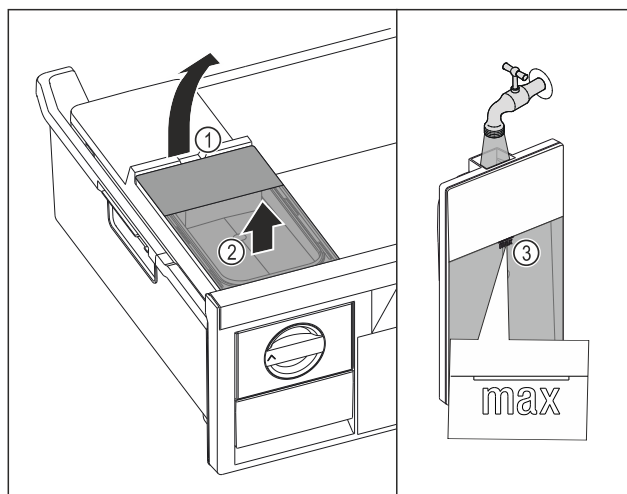

Fig. 128
- Nádržku na vodu nadvihnite za vybranie Fig. 128 (1).
- Nádržku na vodu odoberte nahor. Fig. 128 (2)
- Nádržku na vodu naplňte pitnou vodou po značku Fig. 128 (3).